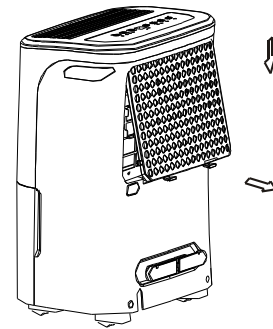

Fig. 8
- Afferrare la linguetta sul filtro e tirarla verso l'alto, quindi estrarla come mostrato in Fig.8.